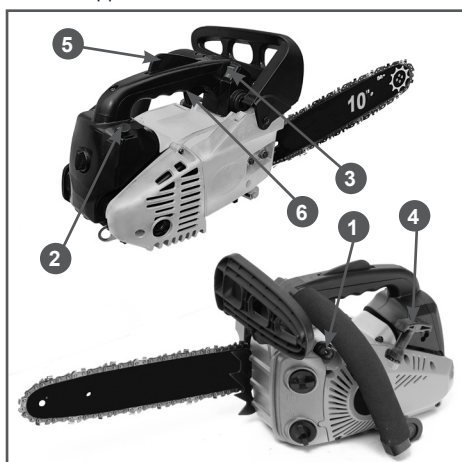

Рис. 10 Органы управления, необходимые для запуска бензопилы
5. Прокатайте топливо через карбюратор. Для этого нажимайте (примерно 5-10 раз) на ручную топливный насос 1 (Рис. 10) до появления в насосе топлива и возникновения сопротивления при нажатии.
6. Установите выключатель зажигания 3 (Рис. 10) в положение «I».
7. Закройте воздушную заслонку карбюратора. Для этого вытяните рычаг 2 (Рис. 10) управления воздушной заслонкой.
9. Выберите свободный ход шнура стартера. Для этого потяните за ручку стартера 2 (Рис. 10) до тех пор, пока не почувствуете сопротивление, затем сильно и резко потяните за ручку. Повторите эти действия 3-5 раз до первой вспышки топлива в двигателе. Двигатель не запускается, а сразу глохнет. Плавно, не бросая, верните ручку стартера на место.
10. После первой вспышки откройте воздушную заслонку, для этого нажмите на рычаг 2 (Рис. 10) управления воздушной заслонкой и верните его в исходное положение.
место. Правой рукой возьмите бензопилу за заднюю рукоятку, так, чтобы рычаг блокировки рычага газа 5 (Рис. 10) был зажат.
13. Правой рукой быстро нажмите рычаг газа 6 и отпустите (Рис. 10), при этом двигатель перейдет в режим холостого хода.